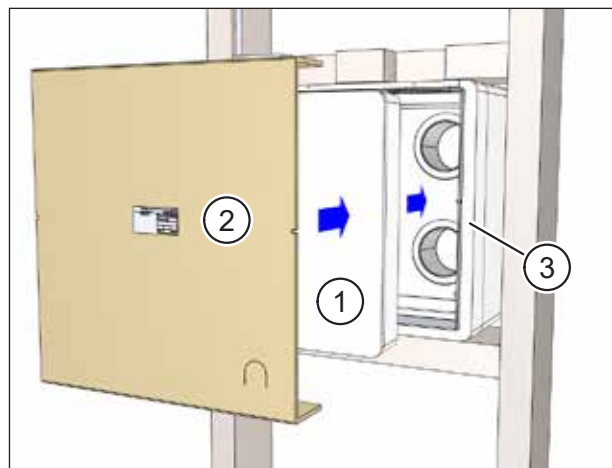

Abb. 51: Schutzdeckel und Putzschutzdeckel einsetzen
- Setzen Sie den Schutzdeckel (Pos. 1 in Abb. 51) in den Mauerkasten (Pos. 3 in Abb. 51) ein.
- Setzen Sie den Putzschutzdeckel (Pos. 2 in Abb. 51) in den Mauerkasten (Pos. 3 in Abb. 51) bis zum Anschlag ein.